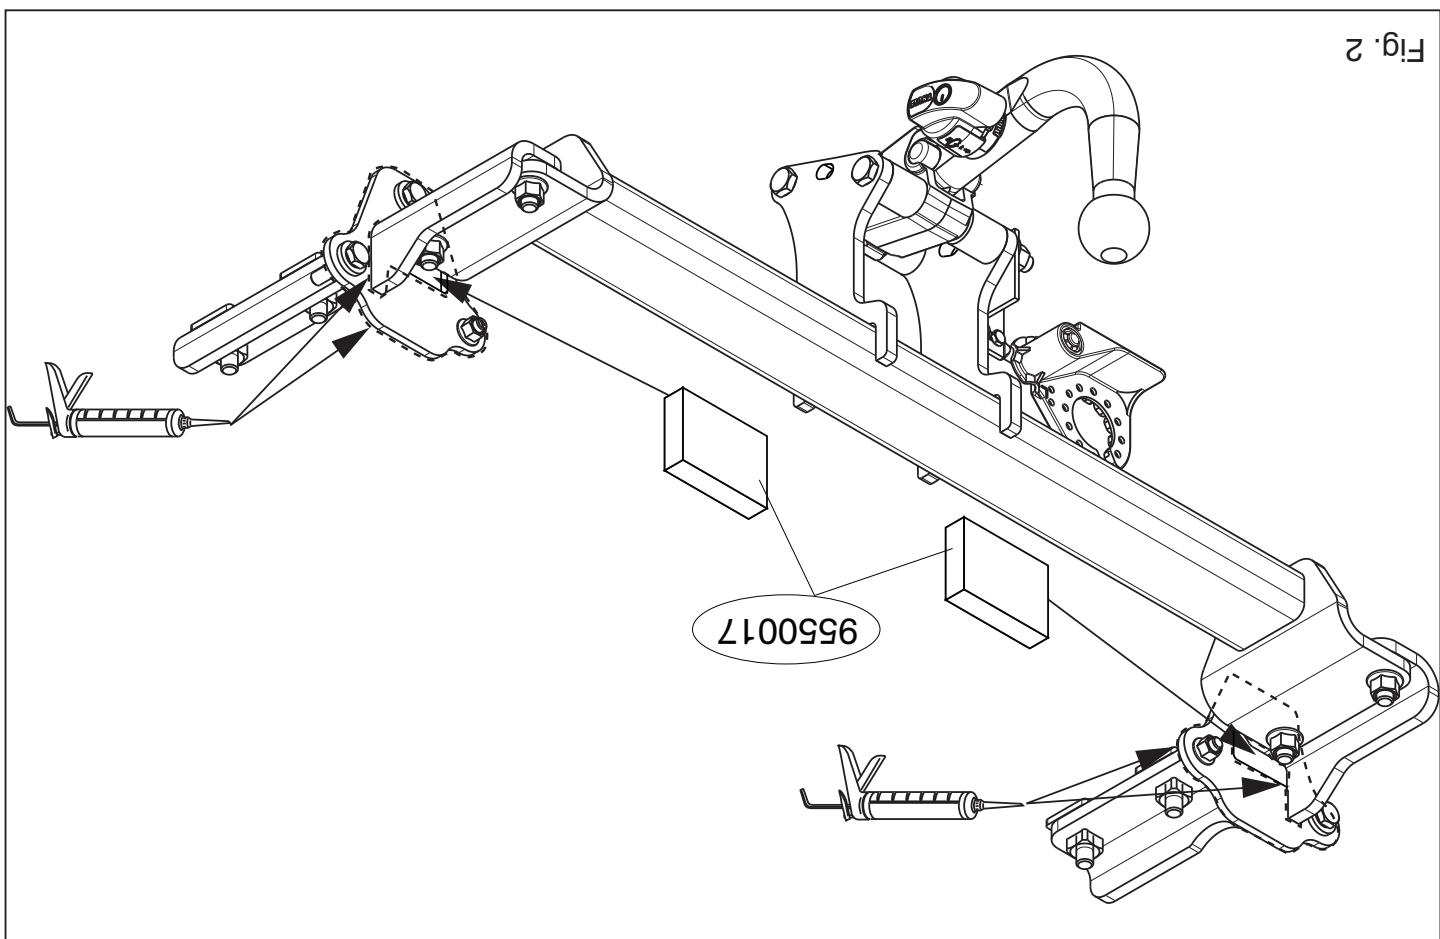

Fig. 2
10. Krt de Aanhangvech denken ar (zie fig. 2)
10. Seal the portions indicated (see fig. 2).
10. Die angegebenen Teile kittern (siehe Abb. 2).
Boucher les parties indiquées (voir la fig.2).